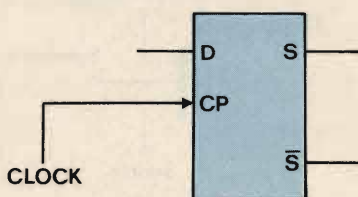

Fig. 1/a - Simbolo circuitale e tabella della verità di un Flip-Flop tipo D.
l'impulso; possiamo dire che il nuovo stato S' è uguale allo stato di D nell'istante in cui si verifica l'impulso di clock, qualsiasi fosse lo stato di S. In fig. 1/a troviamo la tabella della verità ed il simbolo circuitale relativo al FF tipo D; notare che il simbolo Φ (nato dalla sovrapposizione di 0 e 1) indica uno stato qualsivoglia.
2) FLIP-FLOP tipo J-K. Oltre all'ingresso di clock, abbiamo in questi dispositivi due ingressi di comando chiamati J e K; attraverso J e K possiamo sia impostare lo stato d'uscita dopo lo impulso di clock, sia bloccare lo stato d'uscita indipendentemente dal clock. Il funzionamento può essere descritto così: se J e K valgono entrambi 0, il FF non cambia stato; se J e K valgono 1, il FF cambia stato; se in corrispondenza dell'impulso di clock, $J = 0$ e $K = 1$, S' sarà 0; se $J = 1$ e $K = 0$, S' sarà 1. In maniera più evidente tale funzionamento è illustrato dalla tabella della verità di fig. 1/b, accanto alla quale abbiamo il simbolo circuitale di un FF J-K.
Nel progetto di apparecchiature digitali è utile saper leggere "alla rovescia" le tabelle della verità di fig. 1, cioè saper rispondere alla domanda: "Se in un certo istante - in corrispondenza di un determinato impulso di clock - le uscite del FF devono assumere un certo stato, qual'è lo stato dei suoi ingressi di comando che determina tale situazione?".